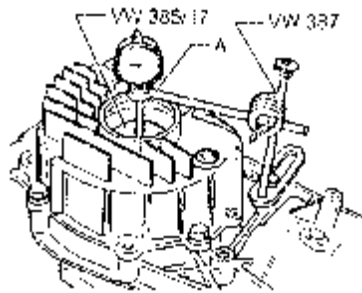

图 7-205 测量间隙值
4) 安装千分表, 设置 1mm 的预紧量并置 0, 如图 7-205 所示。上下移动差速器并且记显示在千表上的间隙数据值。例如测量值为 0.60mm。测量过程中, 注意不要转动差速器, 否则会使轴承下沉而导致测量值不准。